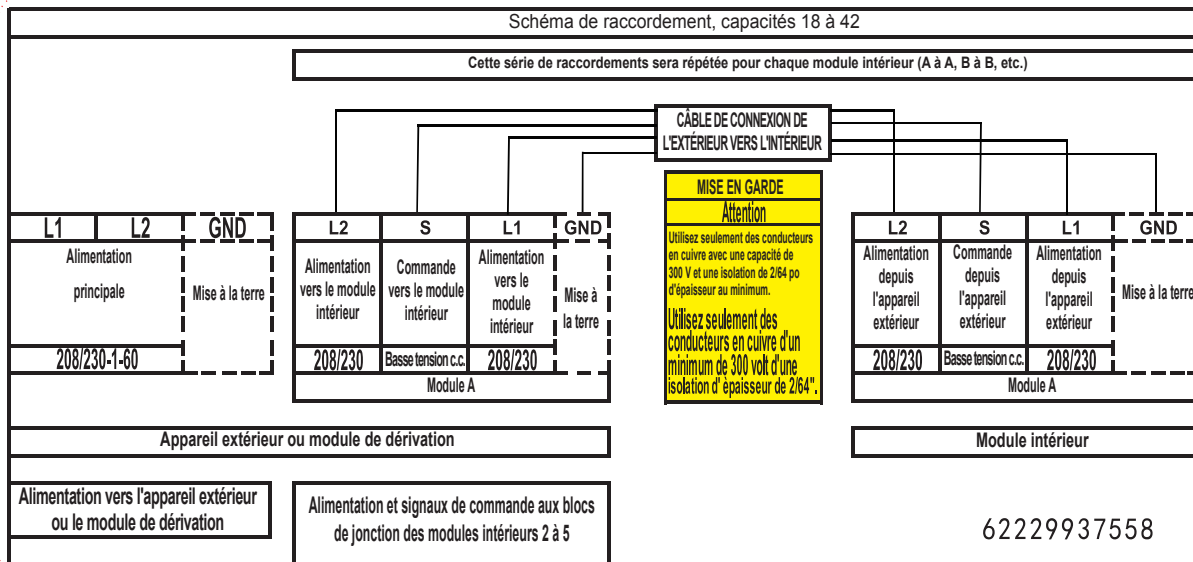

Figure 75 – Schéma de raccordement – capacités 18-42
5. Raccordez la conduite au panneau de conduites (consultez la figure 75).
8. Raccordez le câblage de l'appareil extérieur conformément au schéma de câblage (consultez la fig. 75).